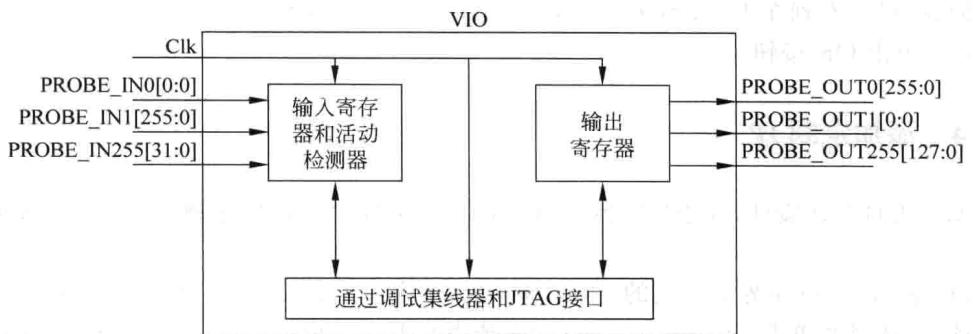

图 4.101 VIO 块图
**虚拟输入/输出(Virtual Input/Output, VIO)**核是一个可定制的核,可以实时监测和驱动 FPGA 内部信号。与 ILA 和 IBA 核不同,不需要片上或片外 RAM。图 4.101 给出了 VIO 的内部结构图。